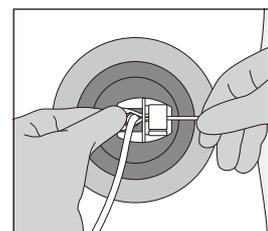

図5
5. チューブ固定ストラップを引き続き送り込むと同時に、先端を引っ張ることによって、チューブ固定ストラップがチューブにあたり、わずかに圧す程度に締めます（図5）。このとき、本品自体が動いてしまわないように注意してください。